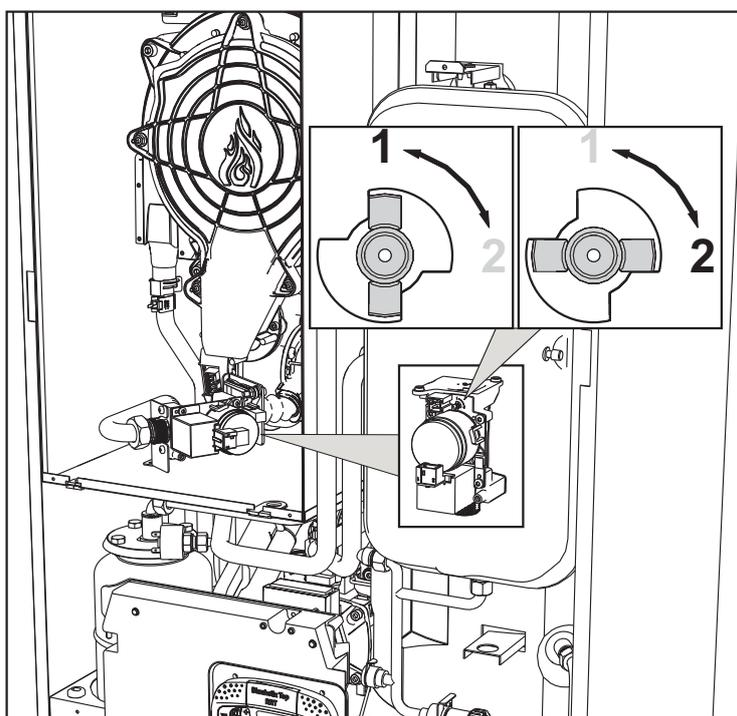

fig. 32
3. Tourner la vanne (Throttle) (fig. 32) selon la position indiquée dans tableau 8.